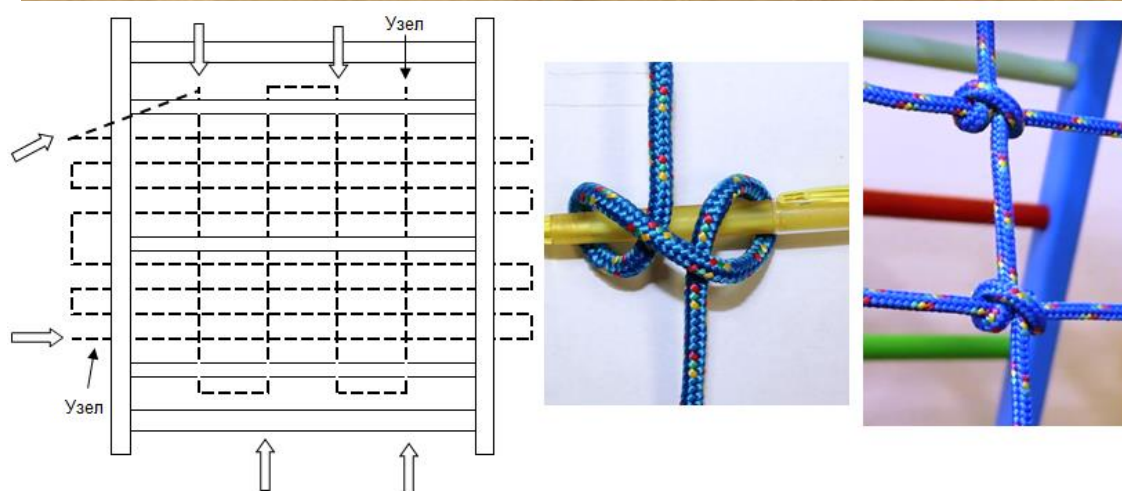

рис.2
4.5. **Сборку гладиаторской сетки.** Рис.2. Сетку вязать (см. отдельный лист) только после полной сборки.